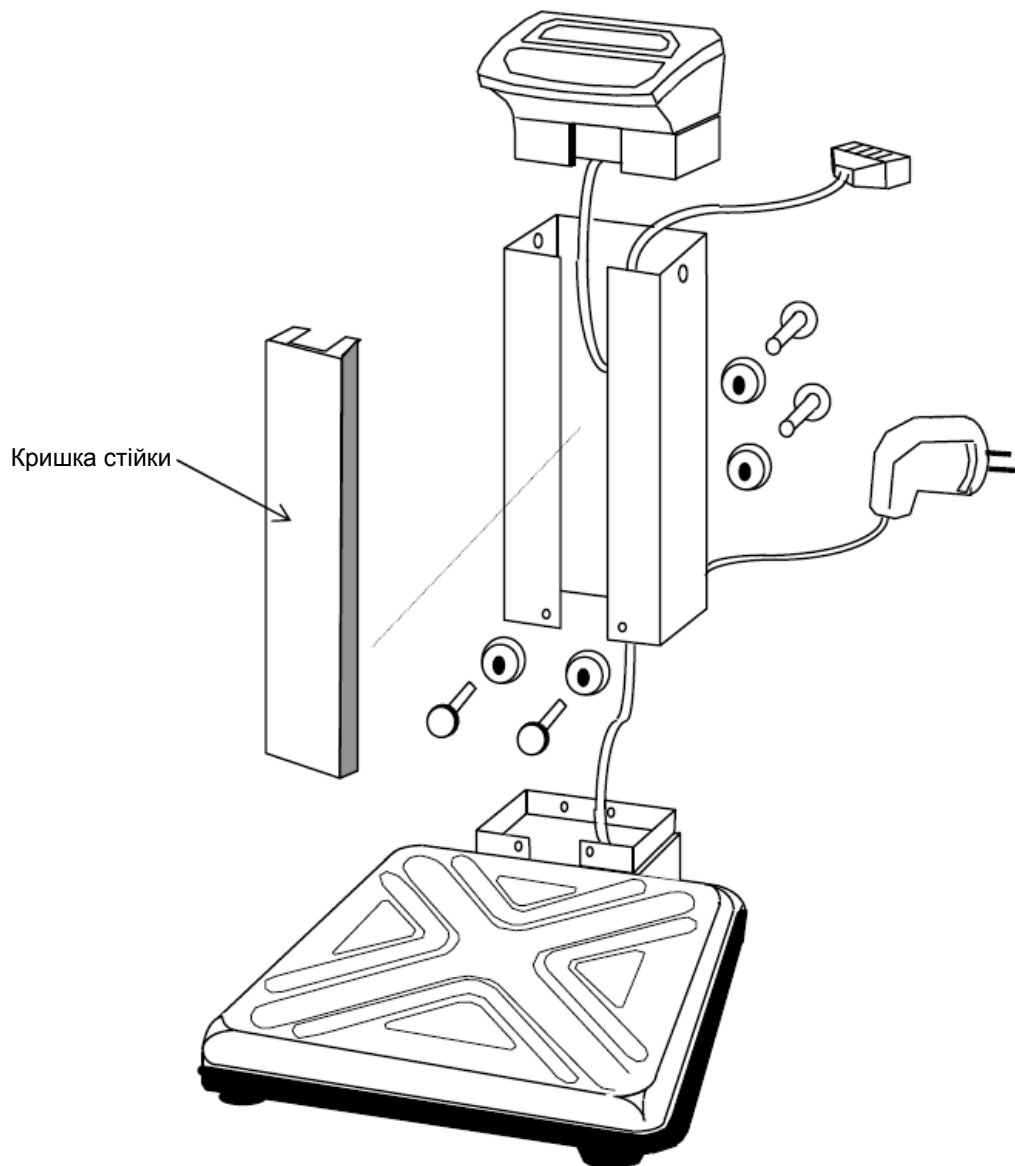

Рис.2. Порядок зборки ваг
- Вставте стійку дисплея в кронштейн основи і закріпіть її чотирма болтами М10; накрийте болти пластмасовими ковпачками (див. Рис.2).